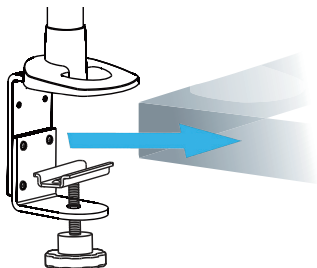

Abbildung 2
4. Schieben Sie die **Tischklemme** auf den **Tisch**. (Abbildung 2)